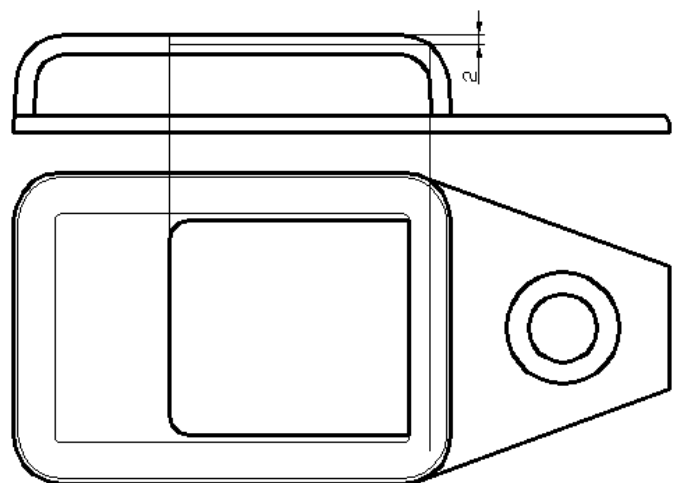
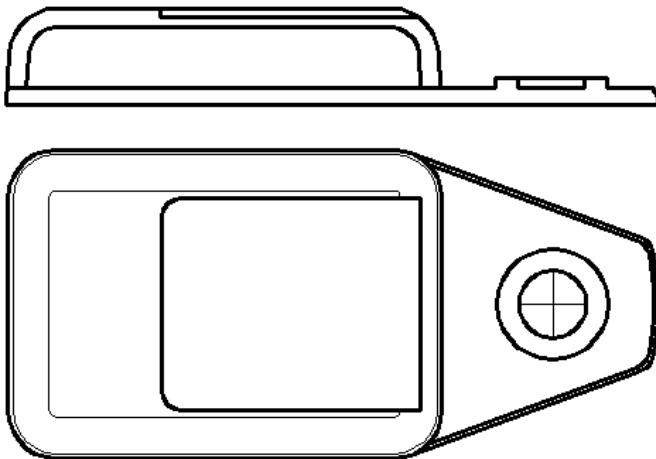

Bild 5 (Abstand nicht maßstäblich)
Bild 6 (Abstände nicht maßstäblich)
- 5.6 **STUTZEN** Sie die Hilfslinien gemäß Bild 5, und übertragen Sie die Kanten auf den Layer *Kontur*.
- 6.1 Zeichnen Sie die Hilfslinien wie in Bild 5, und **STUTZEN** und **DEHNEN** Sie den Einschnitt (Bild 6)